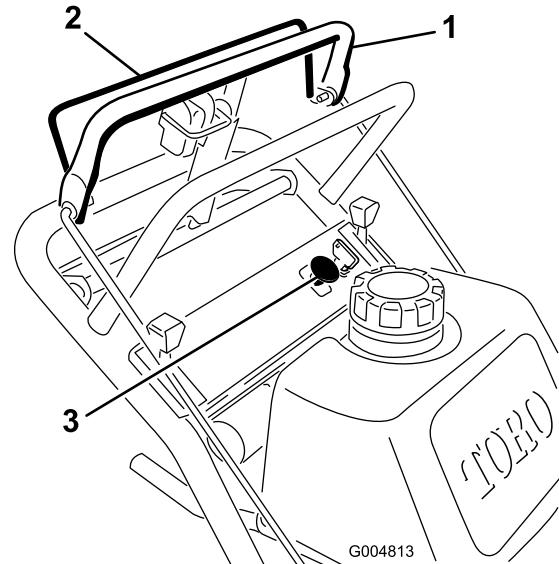

Figure 8
1. Relâchez la barre de commande supérieure pour arrêter la machine (Figure 8).
2. Pour engager les lames, serrez la barre de commande des lames contre la barre de commande supérieure (Figure 8).
Relâchez la barre de commande des lames pour désengager les lames (Figure 8).